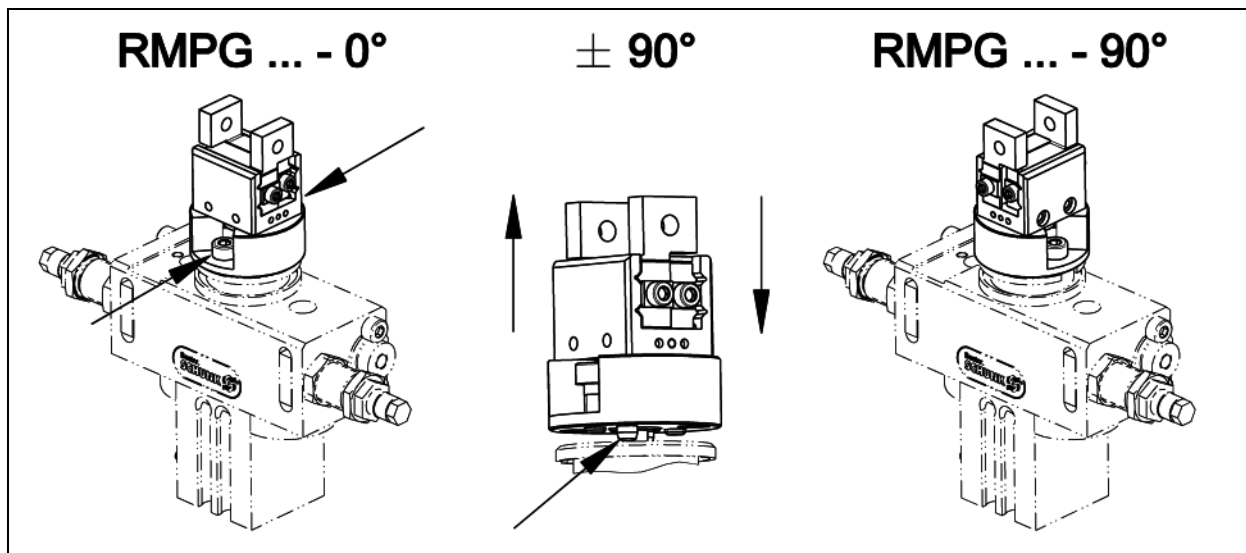

Abb. 3 Umbau Greifkopf
2. Greifkopf mit Adapter so weit nach oben ziehen, bis die Zentrierung (siehe Pfeil Abb. 3) nicht mehr greift und drehen sie den Greifkopf